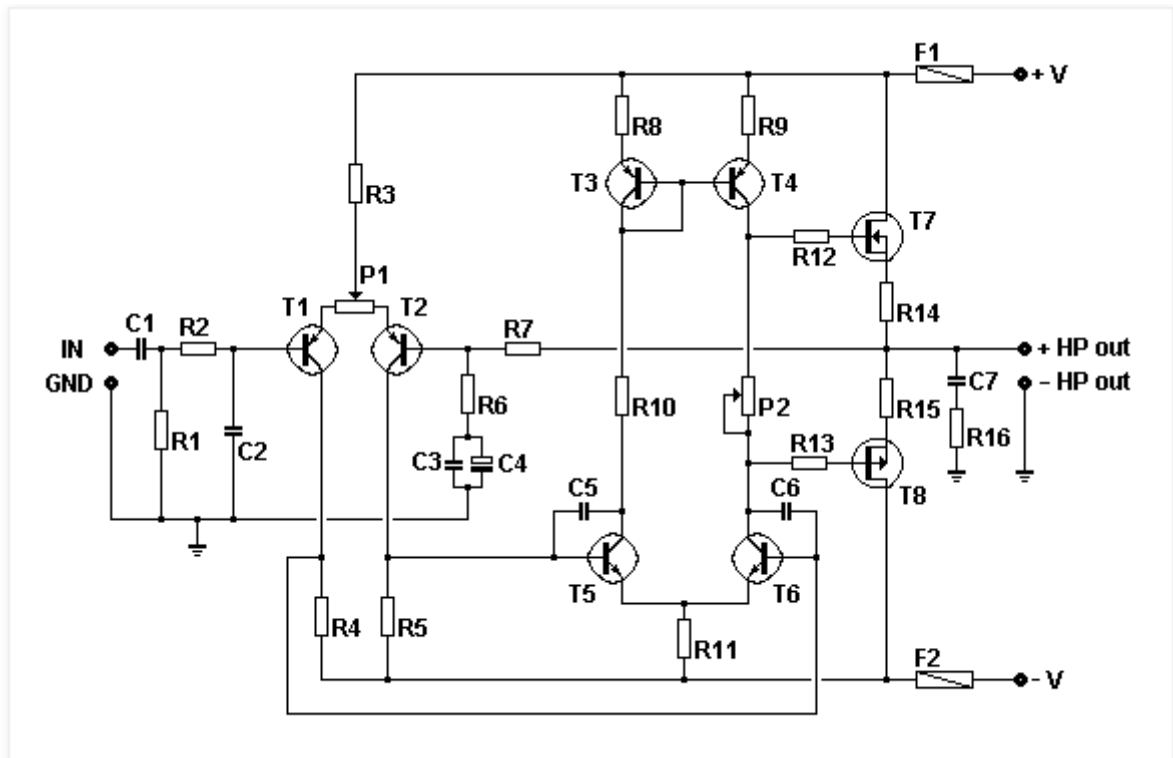

Figure 2: Amplificateur simple à transistors de sortie MOSFET
Tous les éléments ayant une fonction électrique y sont représentés en utilisant les symboles conventionnels (figure2).
- Avec repères et valeurs (fig.2). C'est une méthode plus longue mais facilitant la lecture et évitant des erreurs.